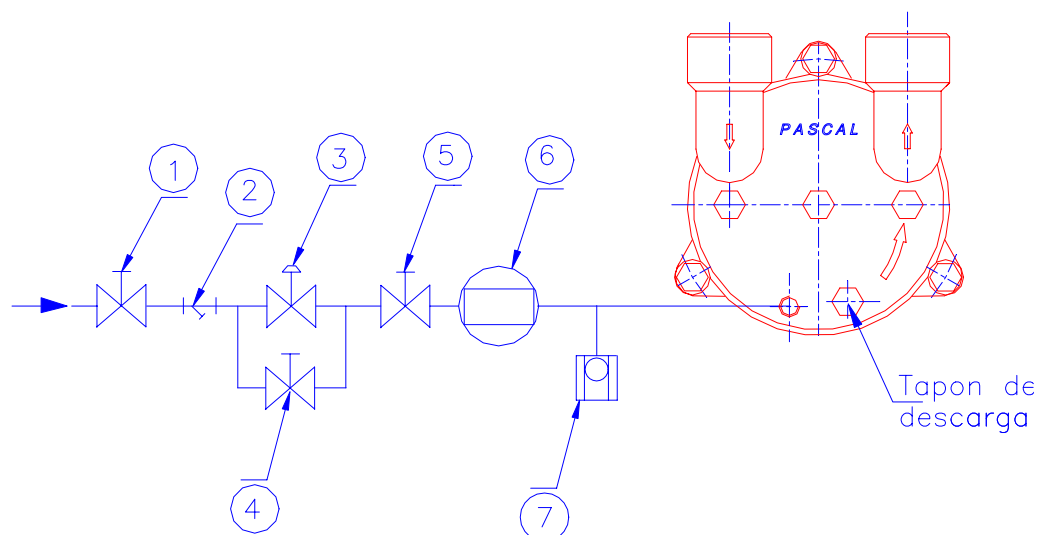

fig.3
- b) Llenar la bomba con el líquido del anillo introduciéndolo por la boca de aspiración o abriendo la válvula 4 fig.3.Pag.6.-
b) Abra la válvula 1 fig.3 pag.6.-
Abrir manualmente la válvula 4 fig.3 pag.6 controlando el caudal con un caudalímetro o en la salida del tanque separador.